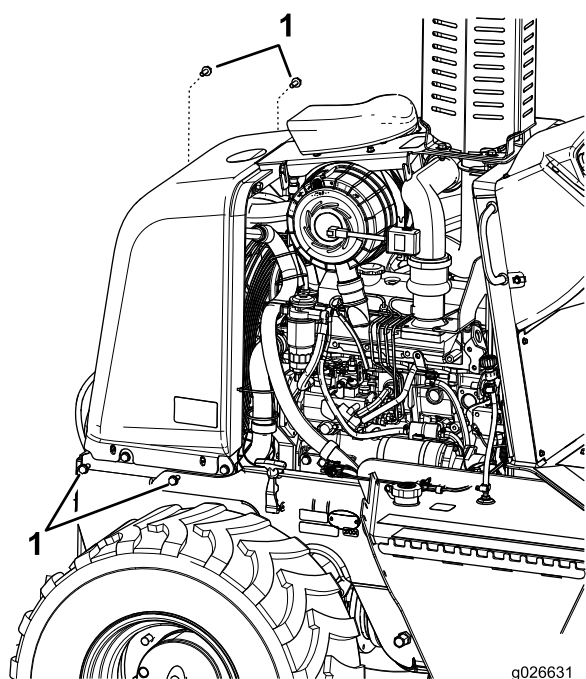

Рисунок 38
3. Отверните 4 болта в нижней части левой и правой стороны передней панели (Рисунок 38).